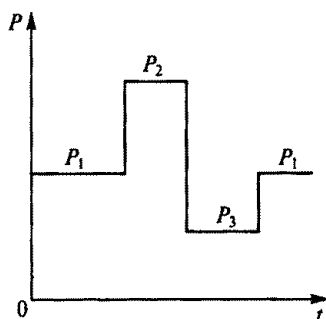

Рис. 255
11.12. Исходя из каких условий работы следует выбирать двигатель для приведенного на рис. 255 графика нагрузки?